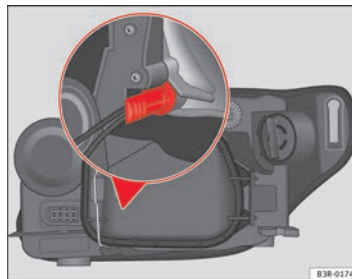

Fig. 215 Luci di posizione Impugnatura del portalamпада nella posizione verticale
- Inserire la lampadina nello zoccolo, in maniera tale che l'impugnatura del portalampada si trova in posizione verticale rispetto alla parete ⇒ pag. 283, fig. 215 e faccia pressione.